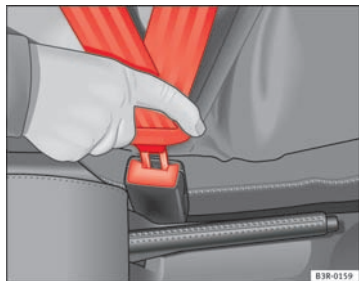

Fig. 11 Sikkerhedsselens selelås og låsetap
- Stik låsetappen ind i den selelås, der hører til den pågældende siddeplads. Du skal kunne høre, at den går i hak ⇒ **Fig. 11**.